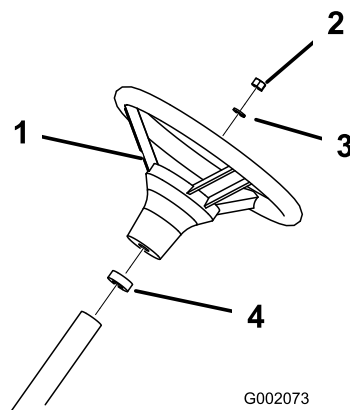

Figura 4
3. Fixe o volante ao eixo, utilizando a porca (Figura 4).